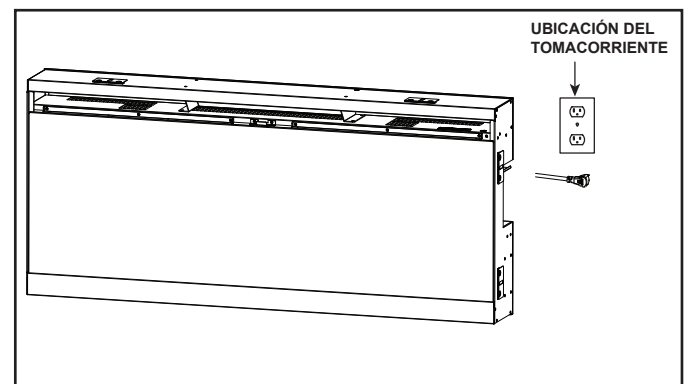

Figura 3.3 Ubicación del tomacorriente
4. Vuelva a colocar la placa de cubierta del bloque de terminales del kit de cable de alimentación y los tornillos de fijación. Enchufe el cable en el tomacorriente más cercano. Consulte la Figura 3.3.